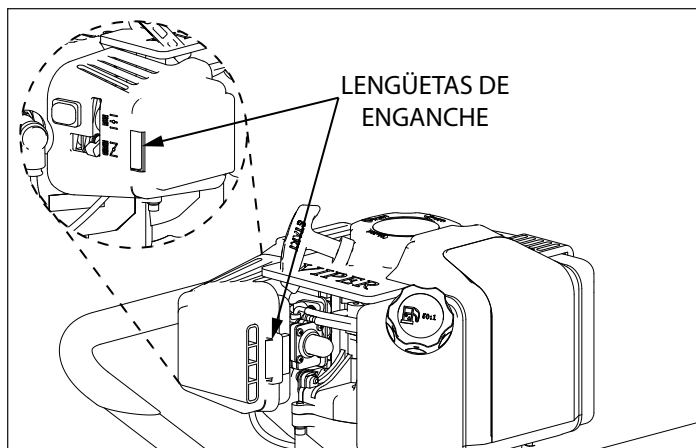

Figura 3
2. Para retirar la cubierta del filtro de aire, apriete las lengüetas de retención en ambos lados de la cubierta. **CONSULTE LA FIGURA 3.**